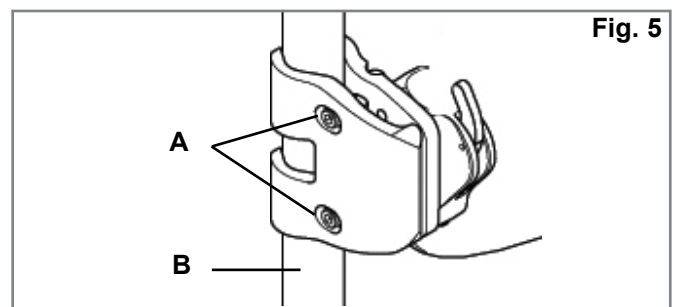

Fig. 5
3. Bringen Sie die Halterungen an. (Fig. 5)
- a. Lösen Sie die Klemmschrauben (A) mit dem beiliegenden Sechskantschlüssel. HINWEIS– Für Rohre mit größerem Durchmesser müssen die Klemmschrauben möglicherweise komplett entfernt werden.
- b. Bringen Sie die Halterungen an den Rückenrohren an (B) und richten Sie diese aus.
- c. Ziehen Sie die Klemmschrauben (A) nach. HINWEIS– Die Halterungen müssen möglicherweise noch einmal seitlich ausgerichtet werden, um die richtige Position zu haben.